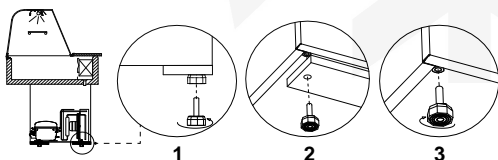

Abb.5 Entfernen der Holzbohle
- Die Anlage auspacken und das Holzpodest, dass auf der Grundlage vorhanden ist, entfernen (ausgeschlossen von fahrbaren Anlagen und Anlagen von Typ: N, N2 und Z) Abb.5 (S.26).